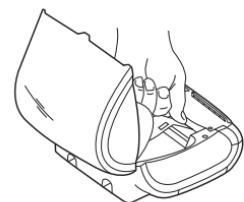

Figure 10
- 7 Alinee la orilla izquierda de la etiqueta con el lado izquierdo de la ranura de alimentación de etiquetas e inserta la etiqueta en la ranura. Véase la Figure 10.